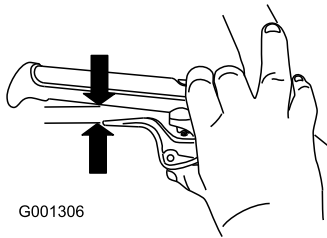

Figura 32
1. Apriete la palanca a fondo, luego compruebe la distancia entre la parte inferior de la empuñadura y el extremo de la palanca del embrague de la rueda (Figura 32).
2. Haga lo mismo con el otro cable (Figura 32).